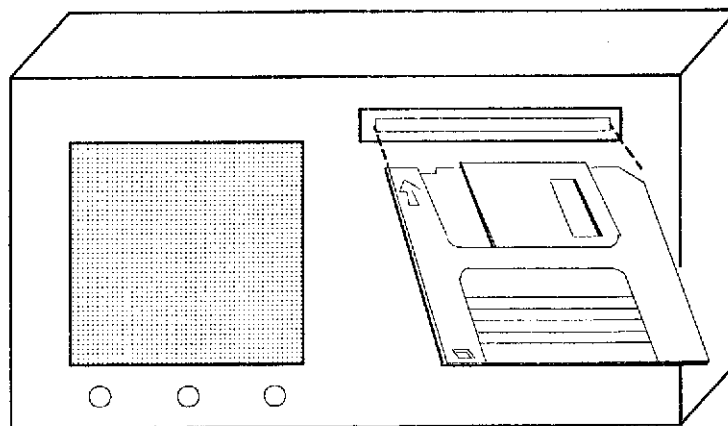

図 2-2 フロッピー・ディスクの装着方法 (R3753 の場合)
- フロッピー・ディスクをフロッピー・ディスク・ドライブに装着する場合は、図 2-2 のようにフロッピー・ディスクのラベルが付いている側を上側にしてスロットに挿入します。このとき、指で押して完全に奥まで挿入してフロッピー・ディスクがドライブに固定されるのを確認して下さい。フロッピー・ディスクを取り出す場合は、イジェクト・ボタンを押すと、フロッピー・ディスクが自動的に出ます。